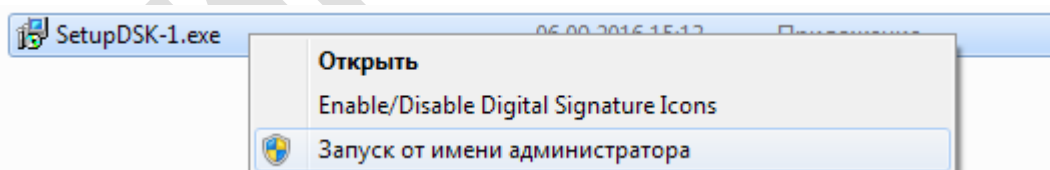

Рисунок 6 – Запуск программы установки ДСК-1 «Менделеевец» от имени администратора
3.3.1 Запустить программу установки ДСК-1 «Менделеевец». Рекомендуется проводить запуск от имени администратора (рисунок 6).
3.4.1 Программа установки драйверов кабеля USB (рисунок 12) запустится после завершения установки программы ДСК-1 «Менделеевец» если выбран соответствующий пункт. Также установку можно начать запуском программы-установщика драйверов, находящейся в каталоге установленной программы ДСК-1 «Менделеевец» в папке «drivers». Запуск рекомендуется производить от имени администратора (рисунок 6). Для продолжения установки требуется нажать кнопку «Extract».